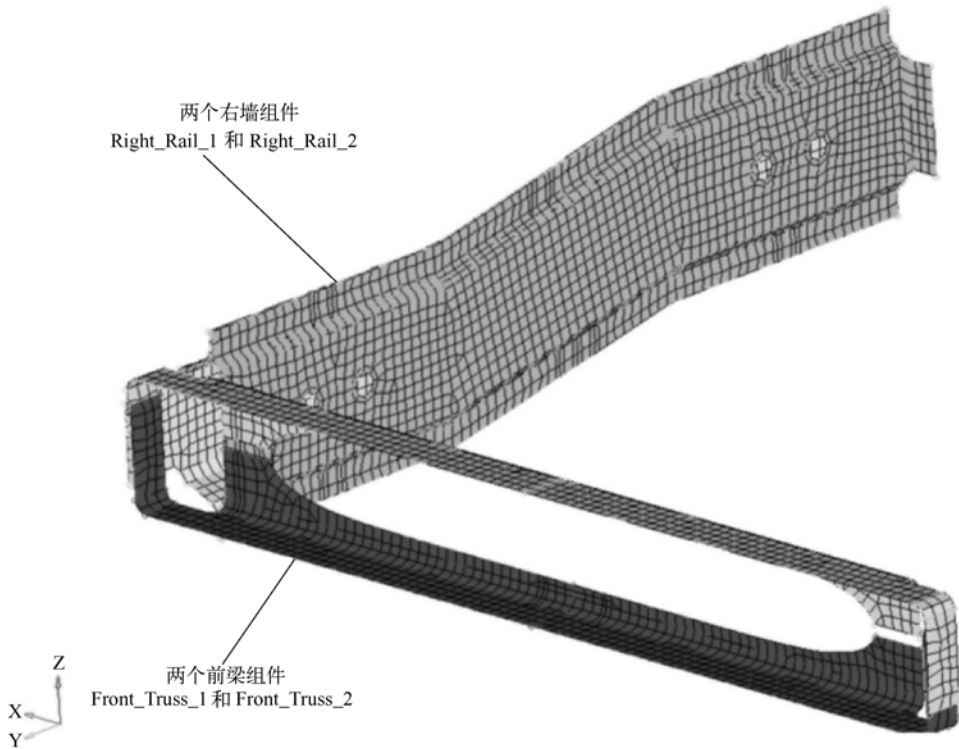

图 6-46 `assem_3` 中的几何模型和网格模型
(1) 在 Model Browser 中，确认对象选择选项已设置为 Elements and Geometry (📐)。
(2) 右键单击 `assem_3`，在弹出菜单中选择 `Isolate`，如图 6-46 所示。